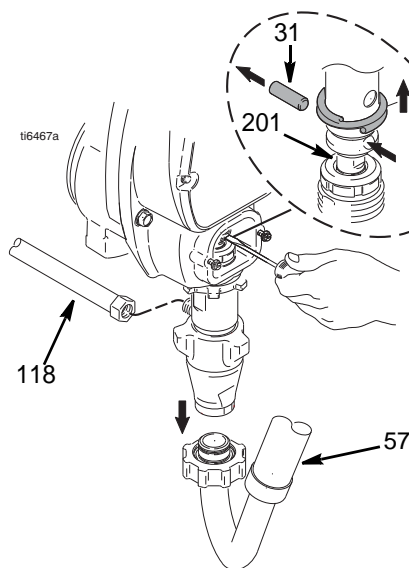

FIG. 16
3. FIG. 16. Stands pumpen med stempelstangen (201) i bundstilling.
5. FIG. 16. Fjern slangen (118) og sugeslangen (57). Brug en skruetrækker til at skubbe holde fjederen op og derefter stiften (31) ud.